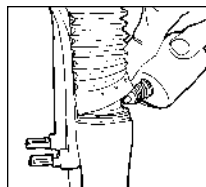

Fig. 4
- Sortez les gaines de fourche des tubes inférieurs. Essuyez les surfaces externes, la zone du joint Resi-wiper et le tube supérieur. Appliquez 2 à 3 gouttes d'huile au Téflon sur les tubes supérieurs, au niveau du Resi-wiper (voir Fig. 4).